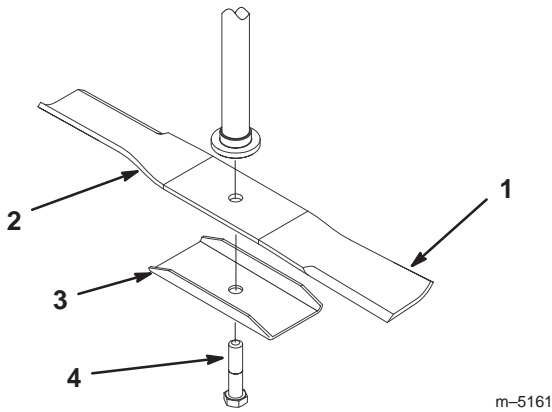
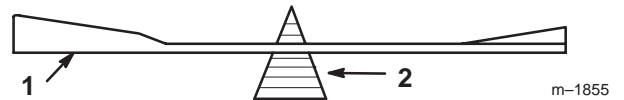

Figure 36
Figure 38
Tenez la lame à son extrémité avec un chiffon ou un gant épais. Enlevez de l'axe le boulon et le renfort de lame puis la lame (Fig. 36).
2. Vérifiez l'équilibre de la lame en la plaçant sur un équilibreur (Fig. 38). Si la lame reste horizontale, elle est équilibrée et peut être utilisée. Si la lame est déséquilibrée, limez un peu l'extrémité de la partie incurvée seulement (Fig. 36). Répétez la procédure jusqu'à ce que la lame soit équilibrée.
1. Placez la lame sur l'axe (Fig. 36).
2. Installez le renfort et le boulon de lame (Fig. 36). Serrez le boulon de lame à 108–136 Nm (80–100 pieds-livre).